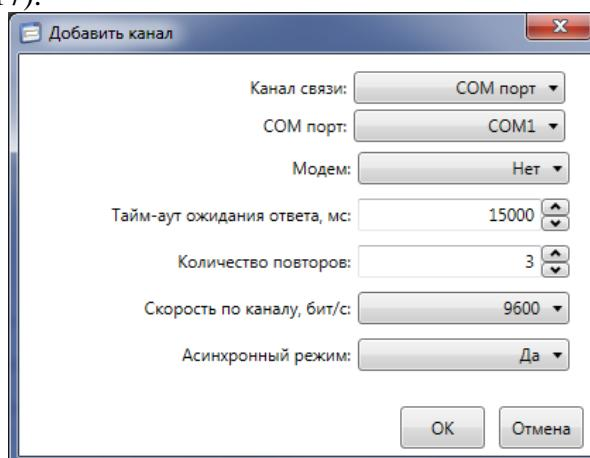

Рисунок 9.17 – Добавление канала связи со счетчиком
9.5.5.3 В появившемся окне указать тип канала (для работы через интерфейсы RS-485 или оптопорт выбрать значение *COM port*), выбрать последовательный порт ПК, к которому подключен счетчик (либо преобразователь интерфейсов, например, устройство УСО-2) и указать скорость передачи данных. Остальные параметры можно оставить без изменений (рисунок 9.17).